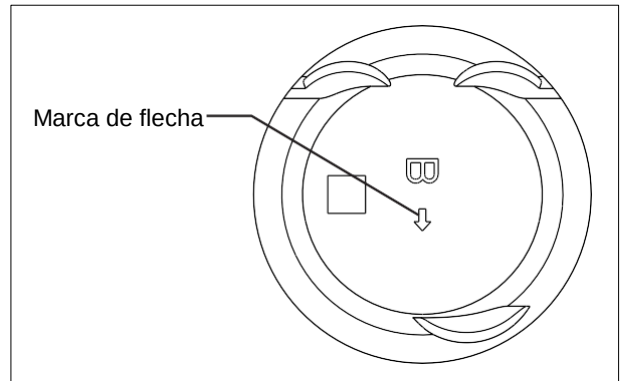

Fig. 3.102
- Monte el pistón de tal forma que la flecha marcada en la cabeza del pistón apunte hacia el escape. (Fig. 3.102)